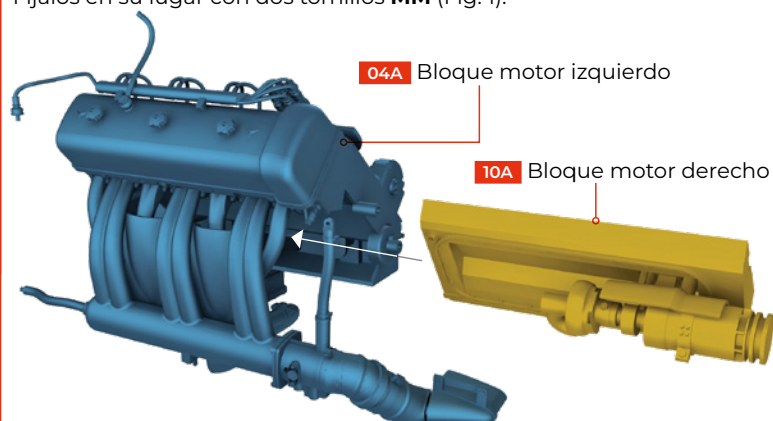

Fig. 1
■ Coge el bloque motor izquierdo, ensamblado en la fase 9, y el bloque motor derecho. Desliza el bloque motor derecho debajo de los colectores de admisión y de escape hasta que esté alineado con el bloque motor izquierdo. Presiona los dos bloques para ensamblarlos. Fíjalos en su lugar con dos tornillos **MM** (Fig. 1).